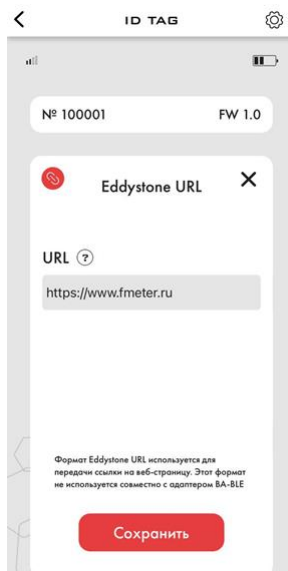

Рисунок 11 - Настройка формата Eddystone URL
- Чтобы поменять параметры **Eddystone URL**, нужно открыть соответствующее окно и прописать полный URL-адрес веб-страницы (рисунок 11);